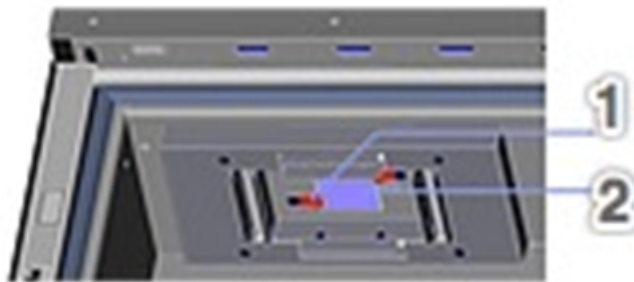

Abb. 22. Reinigen der Glasabdeckung des Lasers (1. Halter 2. Glasabdeckung),[Quelle: <http://www.sintratec.info/s1>]
- Reinigen der Glasabdeckung (s. Nr. 2 in Abb. 22) des Lasers.
Dazu wird der Halter (s. Nr. 1 in Abb. 22) weg gedreht, dann wird die Glasabdeckung des Lasers entfernt. Das Glas wird auf beiden Seiten mit einem weichen Tuch und einem Glasreiniger gereinigt. Danach wird das Glas trocken gewischt. Es ist zu beachten, dass das Glas nicht mit bloßen Händen berührt wird.